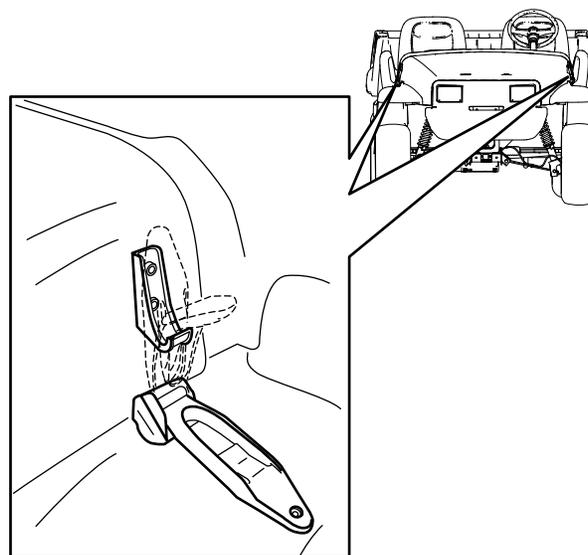

Figure 21
1. Soulevez la poignée des loquets en caoutchouc de chaque côté du capot (Figure 21).
2. Fixez le capot en alignant les loquets en caoutchouc sur les ancrages de verrouillage de chaque côté du capot (Figure 21).